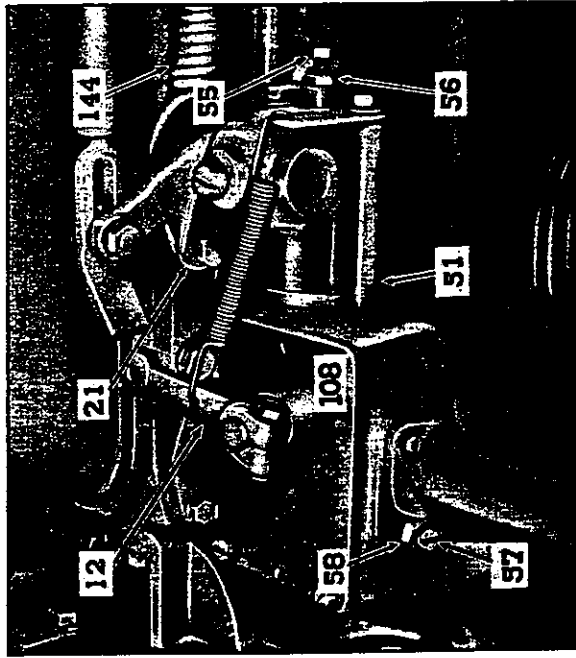

Fig. 13 - Afstelling van regelaar voor veranderlijke snelheid
- 1) Hulpveer nr 144 (fig. 13) van bedieningshefboom nr 21 afhaken.
- 2) De 2 bouten en het kleine carter voor de regelaarveer (51) verwijderen. Tevens de veerplunjer uit het carter nemen.